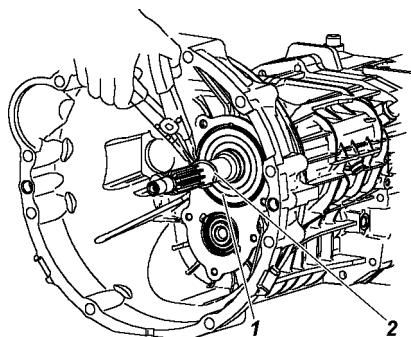

Рис. 6.8. Снятие пружинного стопорного кольца и подшипника первичного вала:
7. Снимите подшипник 1 первичного вала (рис. 6.8.), предварительно сняв пружинное стопорное кольцо 2.